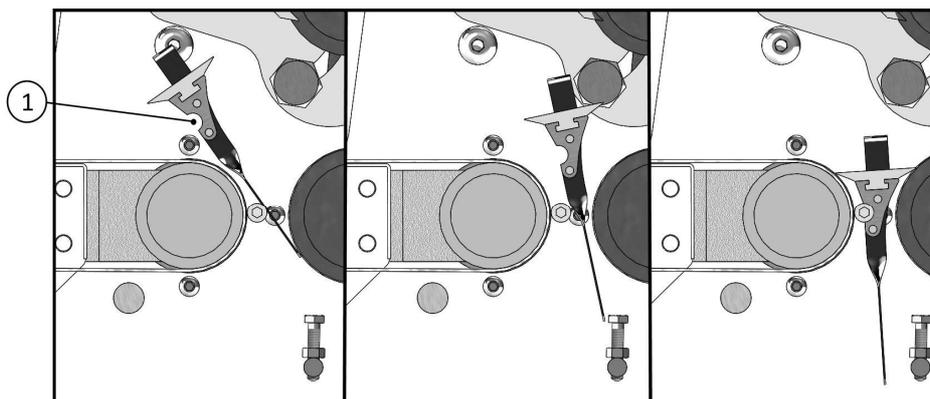

Рисунок 23
Для выполнения этой операции следуйте изложенным ниже инструкциям, ссылаясь на Рисунок 23:
- Позиционируйте скребки в соответствующее отверстие между стержнями, зафиксированными на боковых панелях и нижним валиком: выемка (из.1 Рисунок 23) должна находиться на противоположной к цилиндру стороне. **ВНИМАНИЕ: скребок должен быть вставлен таким образом, чтобы два боковых реза находились в вертикальном положении (смотрите Рисунок 23).**